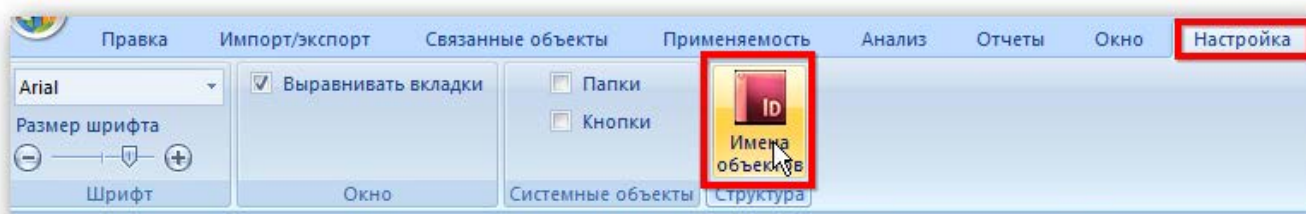
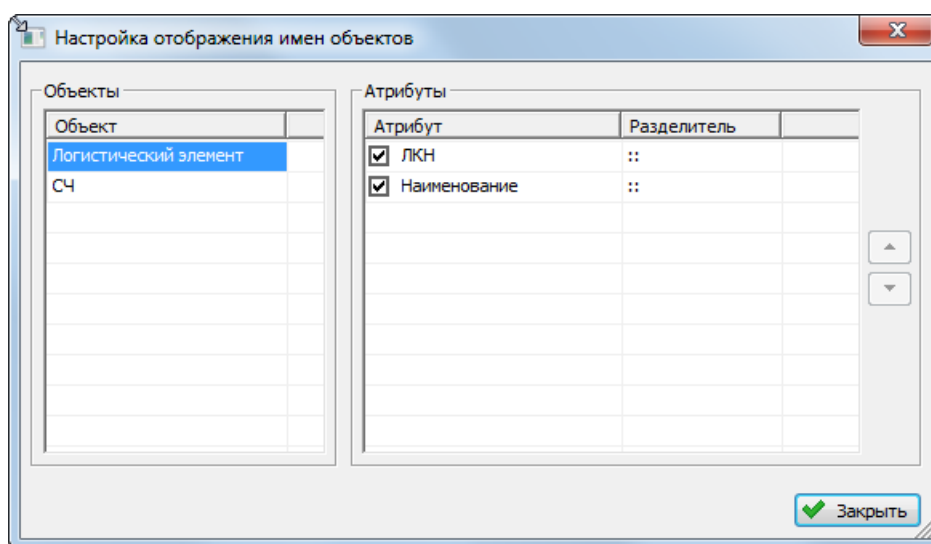
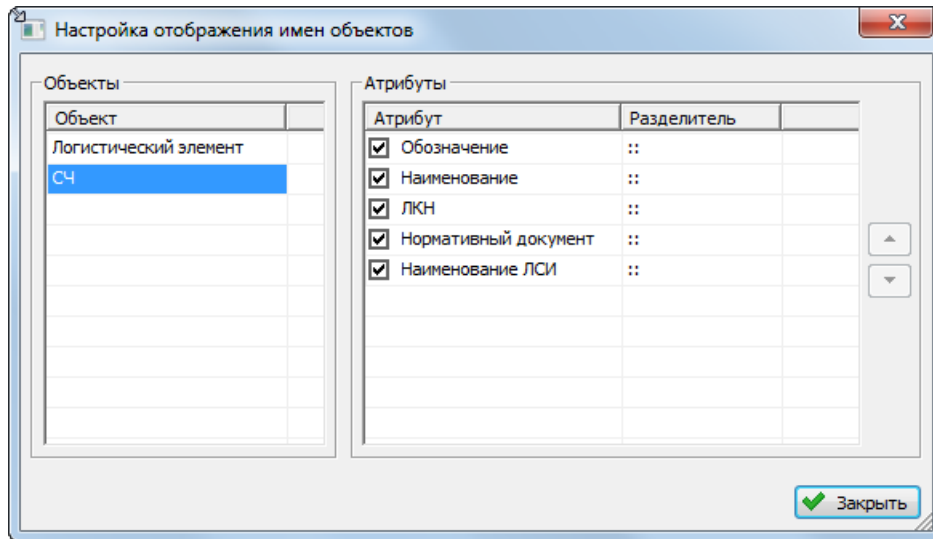

Рис. 10-4 – Кнопка «Имена объектов» вкладки «Настройка»
Рис. 10-5 – Настройка отображения имен объектов для логистического элемента
Рис. 10-6 – Настройка отображения имен объектов для компонента
2) Выбрать функциональную вкладку «Настройка», затем на панели «Структура» нажать кнопку «Имена объектов» (рис. 10-4). При этом откроется окно «Настройка отображения имен объектов» (рис. 10-5 и рис. 10-6).